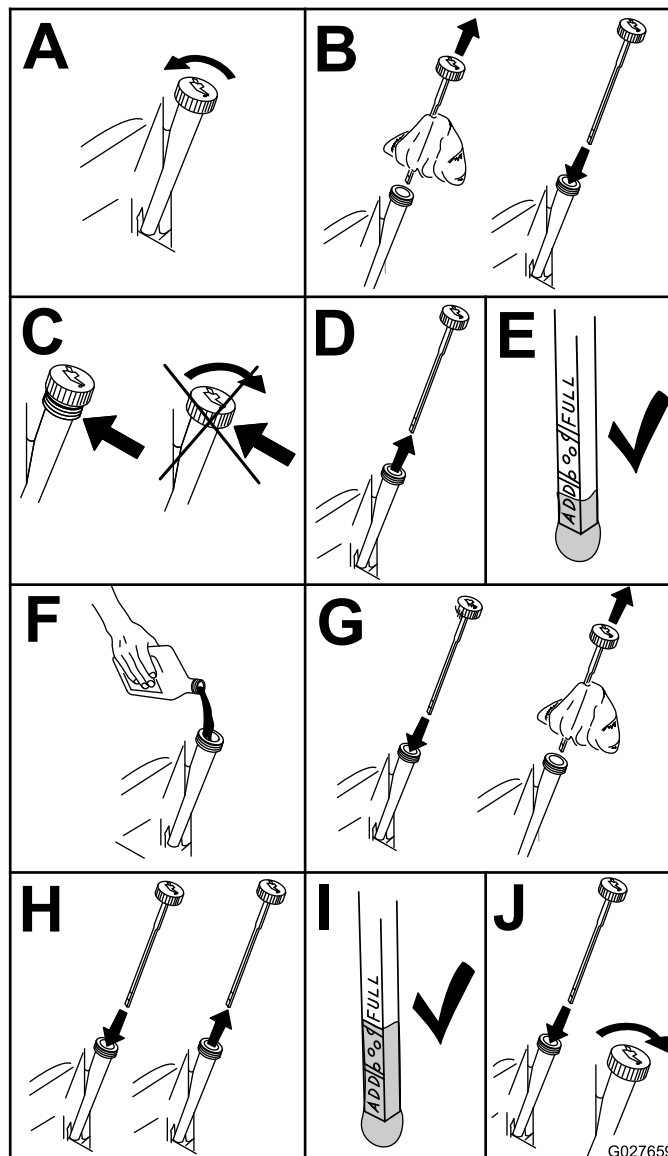

Figura 39
- Controllate il livello dell'olio motore (Figura 39).